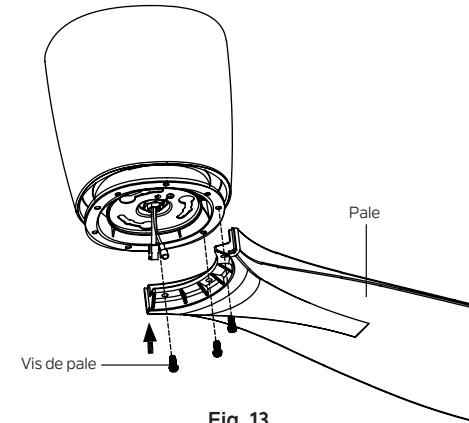

Fig. 13
Étape 1. Fixez les pales du ventilateur au volant à l'aide des vis des pales et serrez-les fermement. (Fig.13)